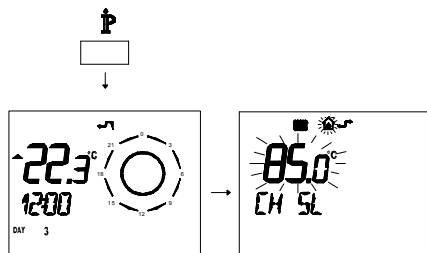

Figura 8.4
- Premere per più di 3 secondi il pulsante **P** per entrare in modalità *INFO* (Figura 8.4).